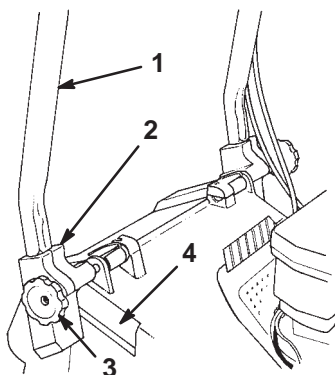

Figure 2
1. Desserrez les boutons sur les supports de montage (Fig. 2).
3. Insérez les extrémités du mancheron dans les supports de montage et enfoncez-les jusqu'à la butée (Fig. 2).
4. Tournez le mancheron et les supports de montage en arrière jusqu'à ce que les supports soient solidement engagés dans les logements du carter (Fig. 2).